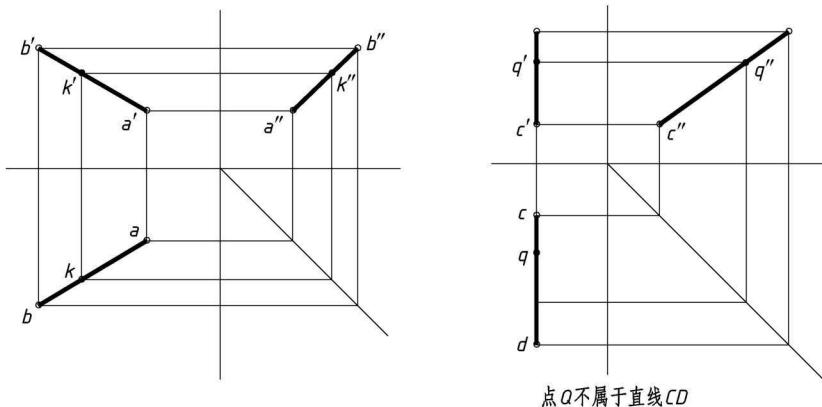

图 1-7(b)
(1) 过已知 k' 分别作 X 轴、Z 轴的垂线,交 ab 上得 k ,交 $a''b''$ 上得 k'' 。
(2) 作直线 CD 的第三面投影 $c''d''$,假定点 Q 在已知直线 AB 上,故在 $c''d''$ 上求得 q'' ,据 q 、 q' 与 q'' 的投影,判别点 Q 是否符合直线上点的投影规律。根据作图结果,可判别出点 Q 不属于直线 CD。答案如图 1-7(b) 所示。